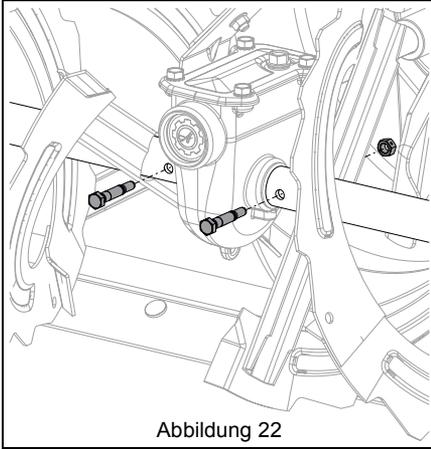

Abbildung 22
1. Scherbolzenmuttern und -schrauben entfernen. Siehe Abbildung 22.
Siehe Abbildung 22.